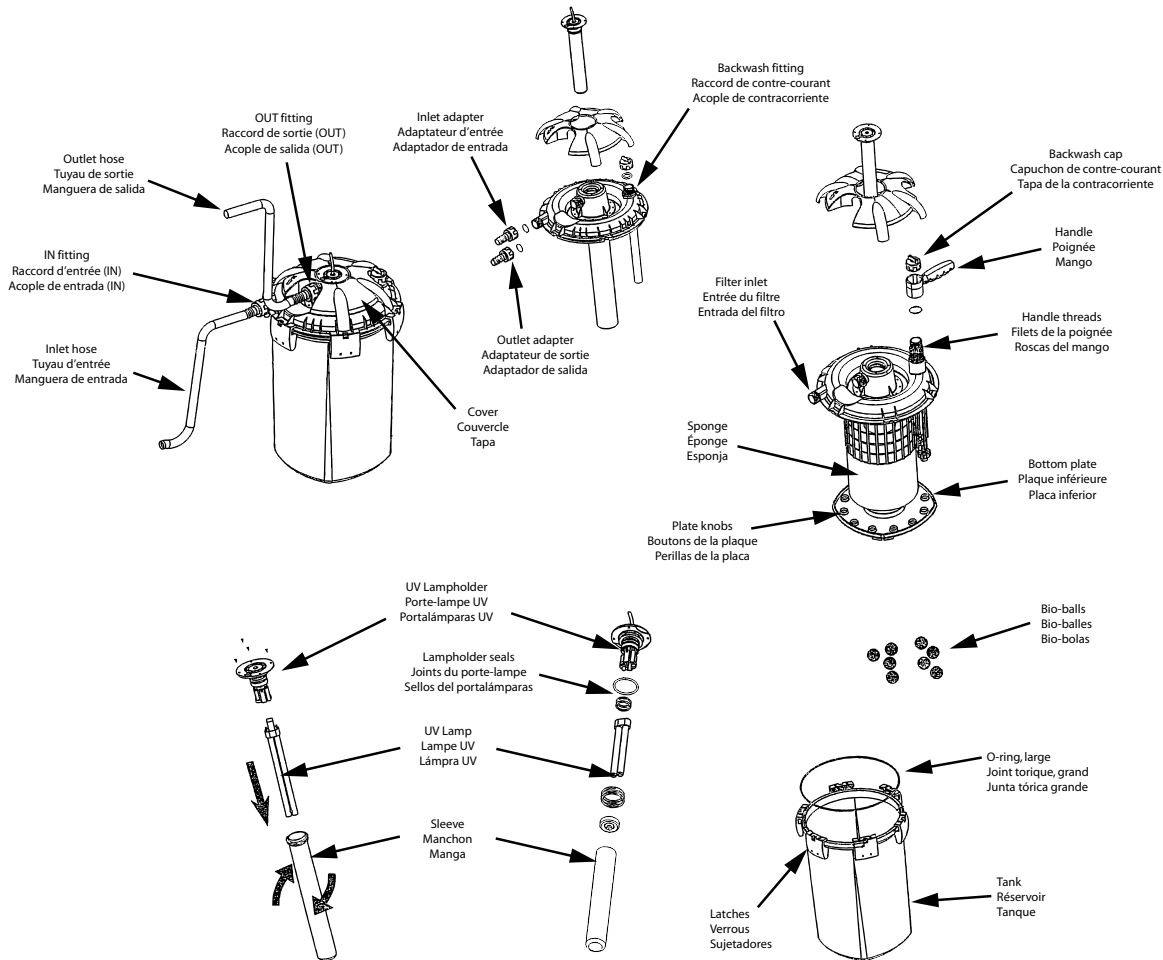

Figure 1 • Figure 1 • Figura 1
1. Choisir un emplacement approprié pour y enterrer le filtre, au même niveau que les brides de fermeture si nécessaire (Figure 1).